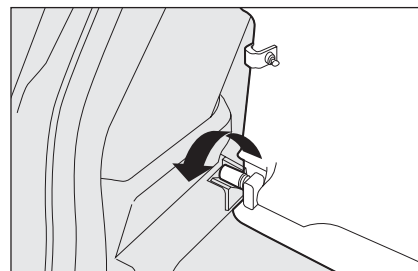

fig. 109
- ☐ Sombrerera delantera: desenganchar y girar la sombrerera de su lugar y soltar los dos pernos de las sedes laterales **fig. 109**.